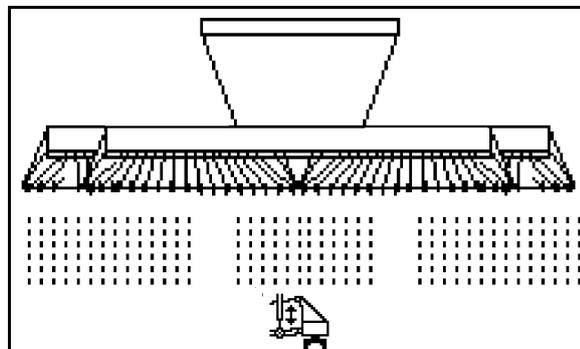

Fig. 55
1. Preseleccionar el **KG** (Fig. 55).